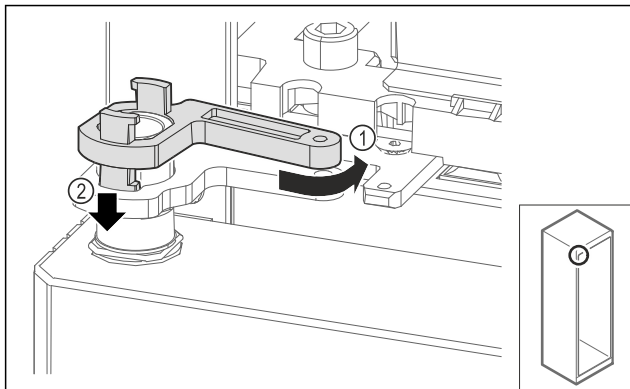

Fig. 67
- ▶ Pagrieziet mazliet atpakaļ gultņa balsta fiksatoru Fig. 67 (1), spiediet uz leju Fig. 67 (2) un nofiksējiet lokāmajā kronšteinā.